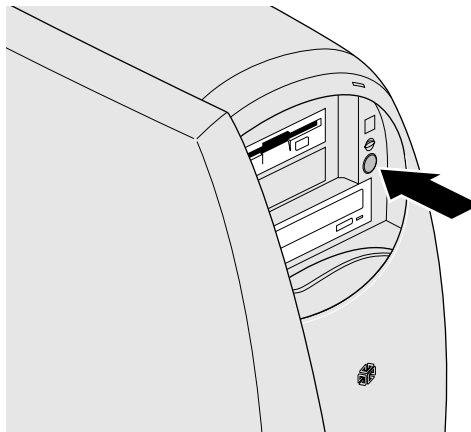

图 1-11 开启系统
3. 按下电源按钮，如图 1-11 所示。
4. 按下电源开关（图 1-11），系统关闭。